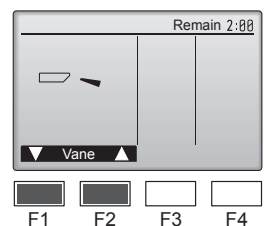

Fig. 7-4
- (2) Pulse el botón [SELECT/HOLD] para visualizar la pantalla de funcionamiento Lama, y luego pulse los botones [F1] y [F2] para comprobar el sistema automático de desviación del aire. (Fig. 7-4)